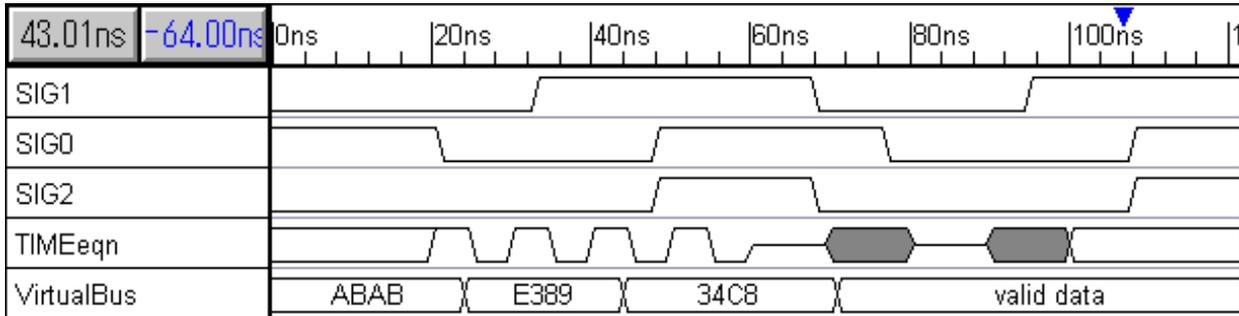

図 2.10 仮想バスの生成例
- ExState の項目に値を入力した後、Next や Previous ボタン、または Alt+N または Alt+P キーを押下して、別のセグメントに移動します。なお、各セグメントに入力する値または文字は、各々 ABAB、E389、34C8 および "valid data" とします(図 2.10)。